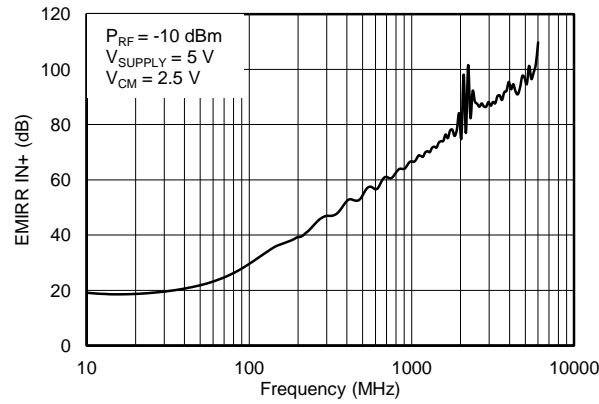

Figure 33. EMIRR IN+ 与频率间的关系
电磁干扰抑制比 (EMIRR) IN+ 与频率间的关系	Figure 33
德州仪器 (TI) 已经开发出在 10MHz 至 6GHz 扩展宽频谱范围内准确测量和量化运算放大器抗扰度的功能。EMI 抑制比 (EMIRR) 度量可实现运算放大器与 EMI 抗扰度的直接比较。Figure 33 图示了在 OPA313 系列上进行这个测试所得到的结果。也可在应用报告中找到详细信息，运算放大器的 EMI 抑制比\(SBOA128\)，可从 [www.ti.com](http://www.ti.com) 内下载。